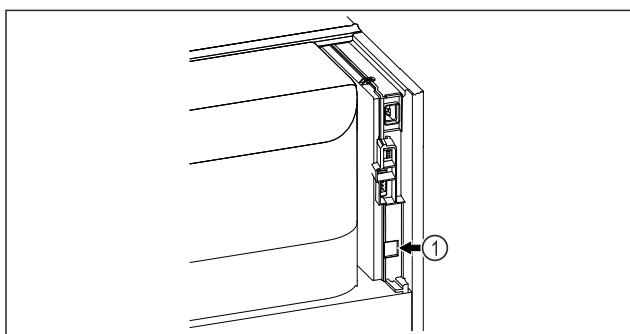

Fig. 127
SmartModule Fig. 127 (1) установлен.